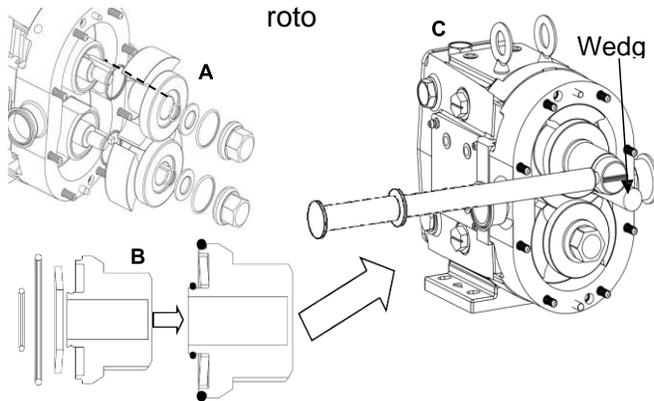

Figura 52: Instalar y asegurar el Rotor
2) Inserte chaveta del rotor en el chavetero del eje. Instale una nueva junta tórica del cubo del rotor en el cubo del rotor y alinee el chavetero del rotor con la chaveta del eje (Figura 52, A). Deslice el rotor hasta que se asiente contra el eje. Instale la arandela Bellville en la tuerca del rotor y manténgala en su lugar usando la pequeña junta tórica de retención (Figura 52, B). Coloque una tuerca a la vez, apriételas con la llave adecuada y una cuña no metálica para mantener el rotor en su lugar (Figura 52, C). Consulte la Tabla 7 para conocer los valores de torque requeridos. Repita con el segundo rotor